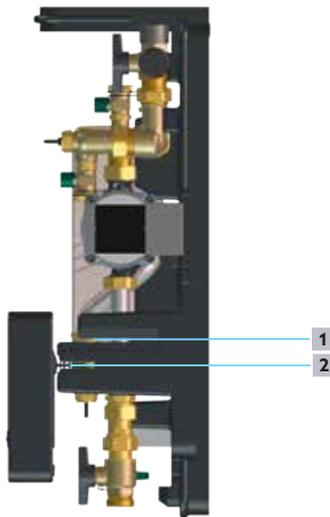

Fig. 7: Position de montage
- 4 Replacer le régulateur de la position de montage à la position de fonctionnement (voir Fig. 7 en page 29).